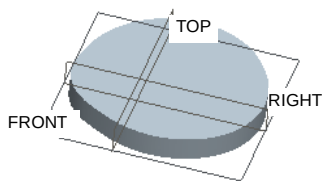
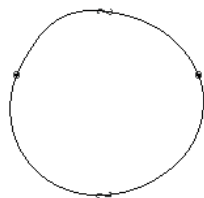

图 3.4.16 拉伸特征 1
图 3.4.17 截面图形
③ 单击工具栏中的 按钮。
(6) 单击“完成”按钮 。
Step6. 创建图 3.4.16 所示的拉伸特征 1。在操控板中单击“拉伸”按钮 ；设置 FRONT 基准平面为 **草绘** 平面，RIGHT 基准平面为参考平面，方向为 **右**；利用“使用 **边**”命令绘制图 3.4.17 所示的特征截面；选取深度类型为 ，深度值为 30.0。